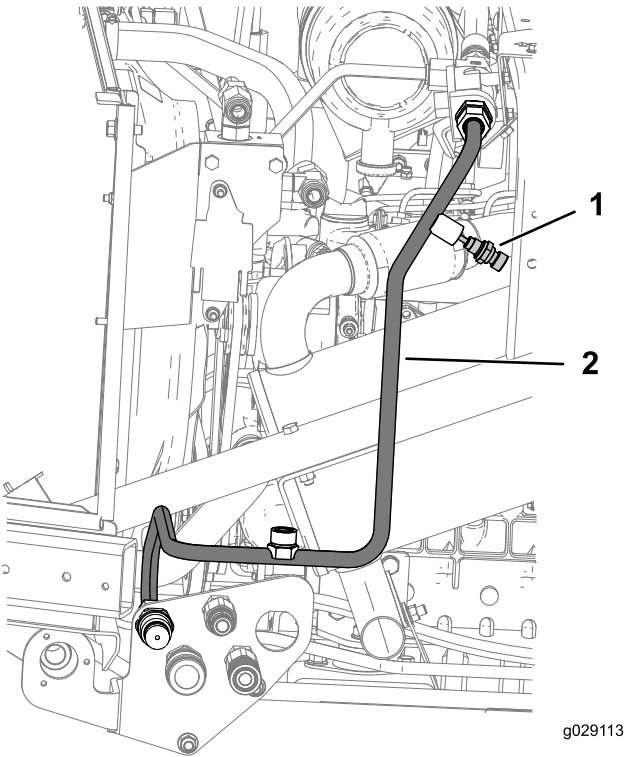

Figura 22
1. Instale o tubo hidráulico H da união adaptadora (5/8 x 3/4 macho), no conjunto da cabeça do filtro, no bico do anteparo (3,84 pol.), no conjunto do anteparo como se mostra na Figura 22.
2. Instale o sensor de temperatura na porta superior do tubo hidráulico H como se mostra na Figura 22.